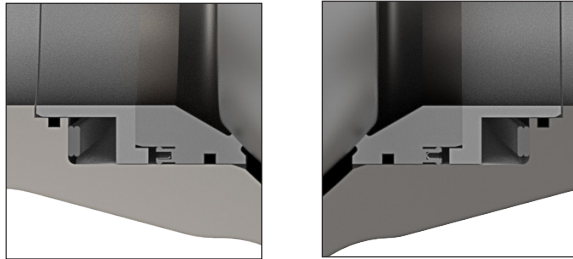

图 1a
4. 将碟形弹簧 (#29) 插入阀体 (#1) 的阀座凹槽，见图 1a
5. 将 S 形环 (#26) 插入阀体 (#1)，置于碟形弹簧 (#29) 上方。S 形环方向不变，如图 1a 所示
6. 在壁区域和轴向轴承接触区域涂抹少许镍基防卡剂润滑。将唇式密封 (#27) 插入阀体 (#1), 置于 S 形环 (#26) 上方。如图 1a 所示, 将唇式密封 (#27) 的开放面朝向 S 形环 (#26)
15. 将碟形弹簧 (#29) 插入端盖 (#2) 的阀座凹槽，见图 1a
16. 将 S 形环 (#26) 插入端盖 (#2)，置于碟形弹簧 (#29) 上方。S 形环方向不变，如图 1a 所示
17. 在阀座腔内壁区域和轴向轴承接触区域涂抹少许镍基防卡剂润滑。将唇式密封 (#27) 插入阀尾 (#2)，置于 S 形环 (#26) 上方。如图 1a 所示，将唇式密封 (#27) 的开放面朝向 S 形环 (#26)